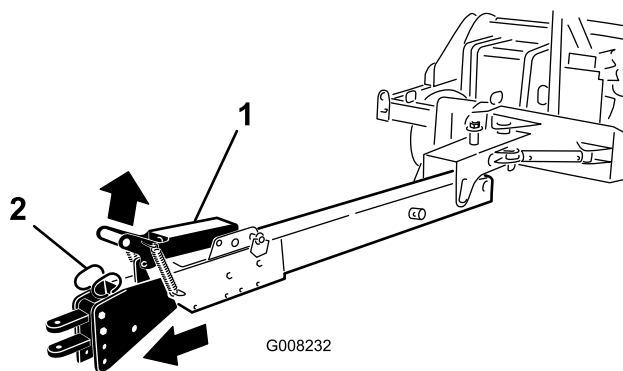

Figura 22
B. Sollevare sulla maniglia di chiusura (Figura 22).
C. Guidare lentamente il veicolo in avanti finché il gancio non è bloccato in posizione (Figura 22).
8. Per allungare il gancio, sollevate la maniglia di chiusura e fate retrocedere lentamente il veicolo finché il gancio si blocca in posizione (Figura 22).